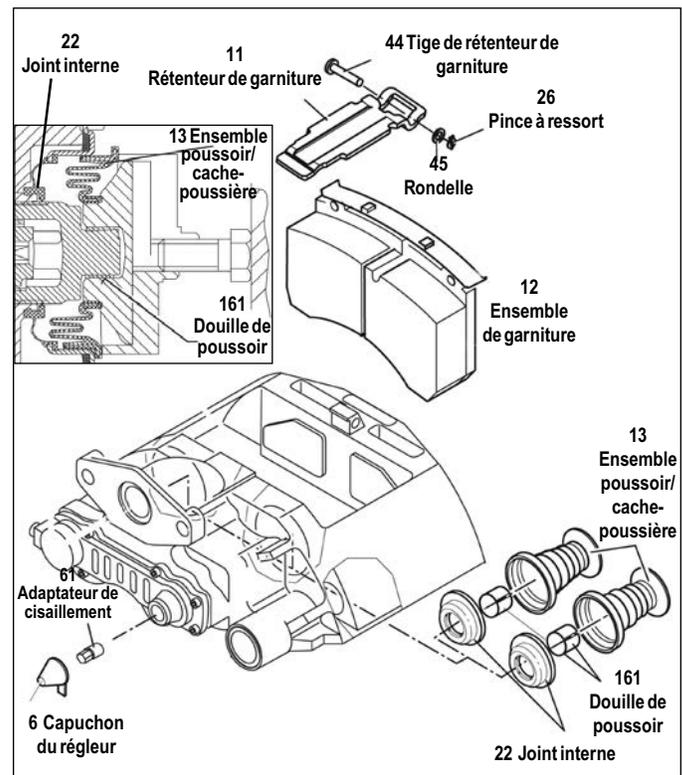

FIGURE 46 - VUES EXPLOSÉE ET EN SECTION DE L'ADB
5.4.5 Réinstallation. Avant d'installer le récepteur de frein, le collet de l'actionneur (Cf. Figure 46, flèche « C ») doit être nettoyé et inspecté. Consulter le manuel du véhicule. La coupelle sphérique du levier (19) doit être graissée avec de la graisse blanche (numéro de pièce II14525 ou K021964). Ajouter de la graisse sur le joint en caoutchouc du récepteur.